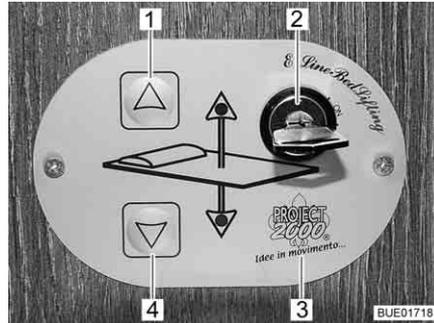

Fig. 119 Elemento de mando
Con las teclas (Fig. 119,1 y 4) en el elemento de mando (Fig. 119,3), se subirá o bajará la cama elevada. Con el interruptor llave (Fig. 119,2), se bloqueará el elemento de mando contra su utilización no autorizada.
- Girar la llave en el interruptor llave (Fig. 119,2). El elemento de mando (Fig. 119,3) está activado.
- Pulsar la tecla de flecha (Fig. 119,4) y mantenerla pulsada hasta que la cama elevada haya bajado a la posición deseada.
- Pulsar la tecla de flecha (Fig. 119,1) y mantenerla pulsada hasta que la cama elevada haya subido a la posición final.